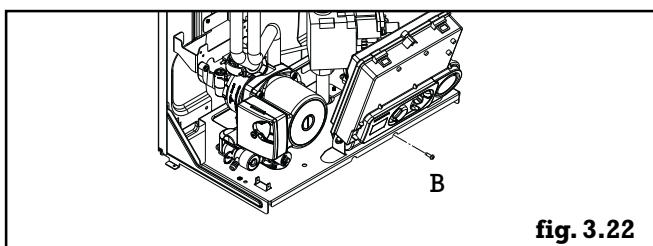

fig. 3.22
- retirer la vis de fixation (B) du tableau de bord (fig. 3.22) puis le basculer vers l'avant